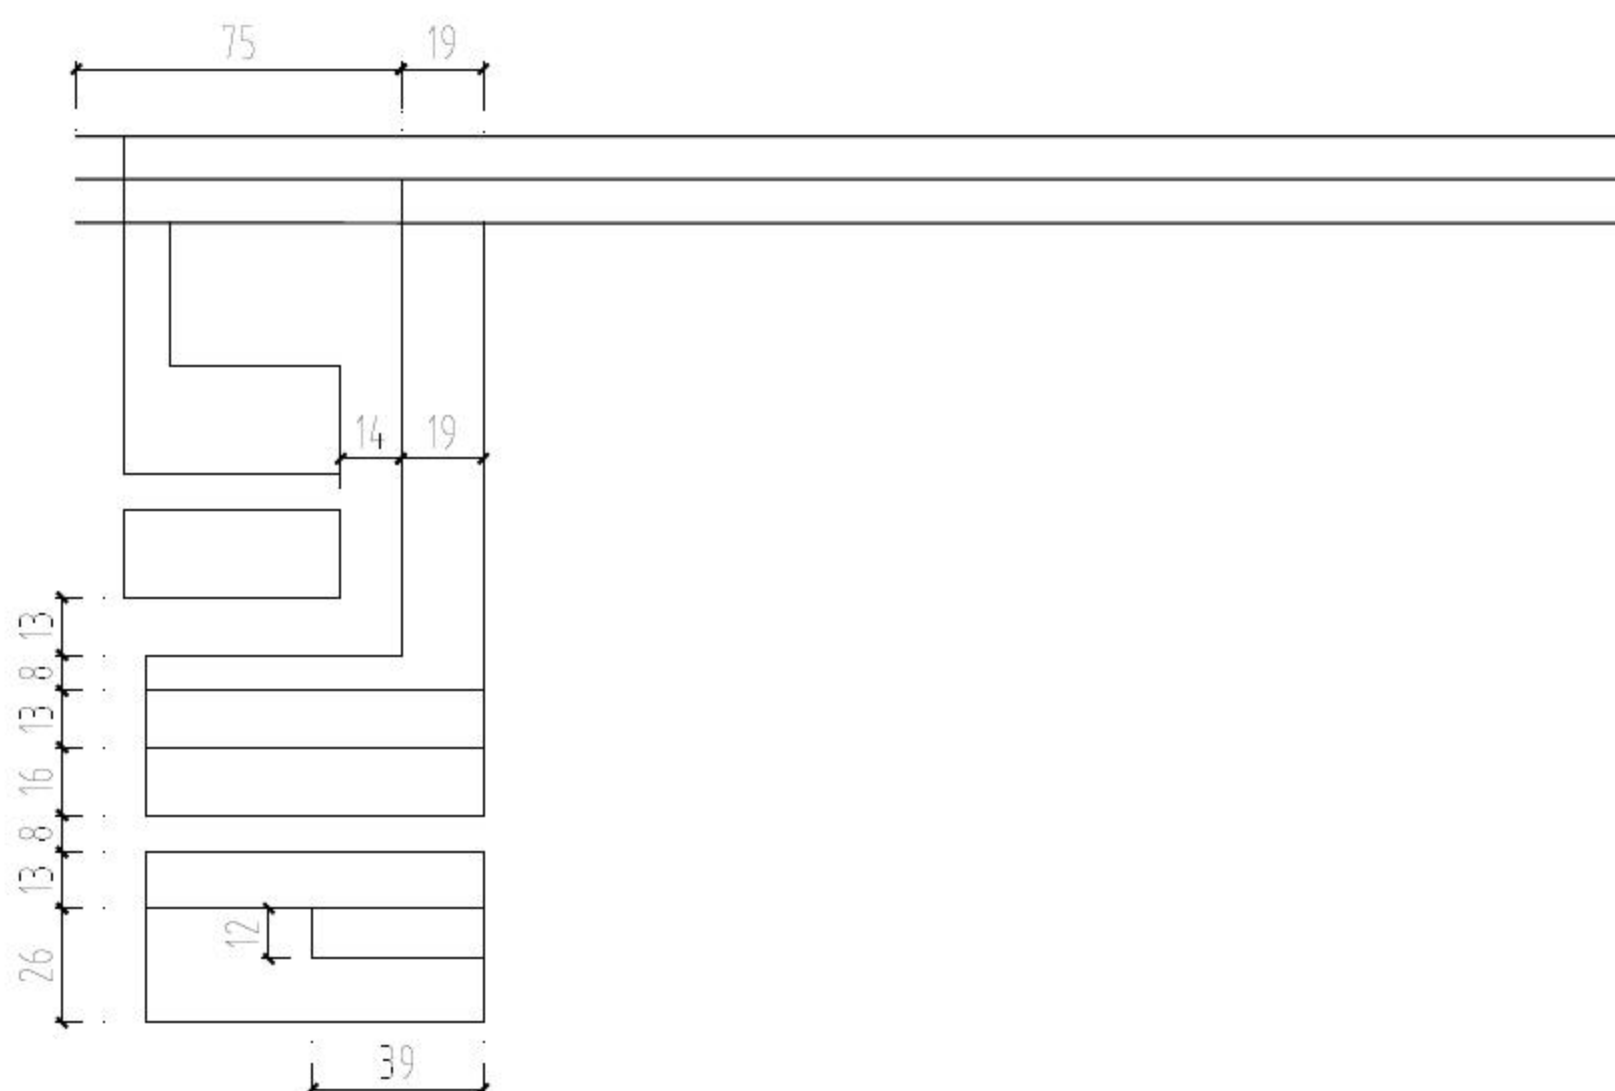

图11-24 绘制线路
**03** 调用O【偏移】命令、L【直线】命令，绘制如图11-24所示的线路图形。